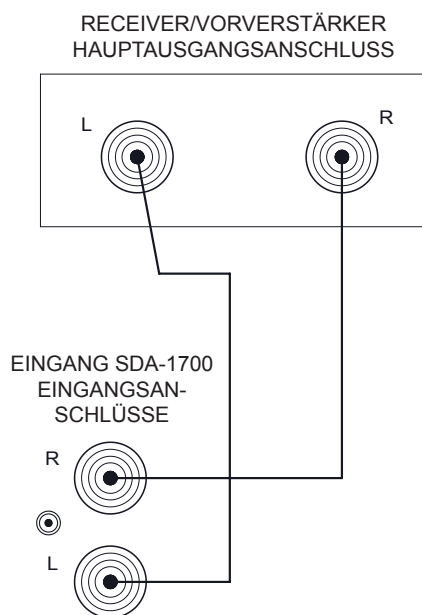

Abb. 5
1. Verbinden Sie mittels eines Dualkanal-RCA-(Cinch-)Kabels die Links- und Rechts-Hauptausgangsanschlüsse des Receivers/Vorverstärkers mit den entsprechenden EINGANGS-Anschlüssen an der Rückseite des SDA-1700 (siehe Abb. 5).